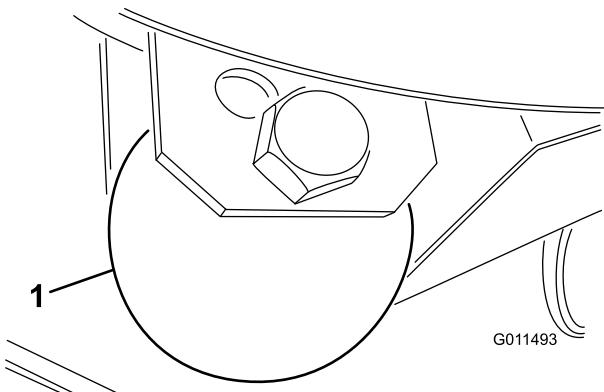

図 24
スキッドの調整を行うフランジボルトとナットを外してスキッドの位置を調整し、位置が決まつたらボルト・ナットを取り付ける図24。
1. ゲージホイールをデッキのブラケットに固定しているボルトとナットを取り外す図 24。